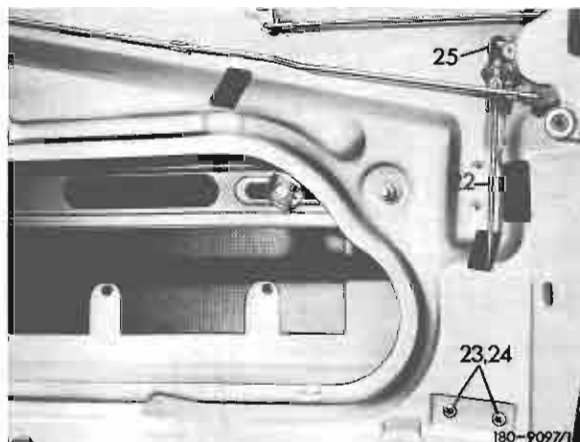

Bild 8
31 Unterdruckelement (22) mit den Teilen (23 und 24) an der rechten Türe anschrauben. Anschließend Schaltstange des Unterdruckelementes (22) am Türschloß mit der Sicherungsklammer (25) befestigen (Bild 8).